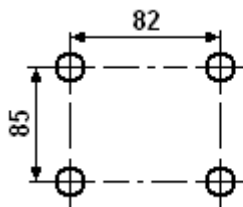

Рис. 5.
5.1. Монтировать КРСТ следует на плоском сухом участке вертикальной стены, материал стены должен обеспечивать выполнение условия 2.7. Отверстия под болты или дюбели сверлить по разметке (рис. 5).